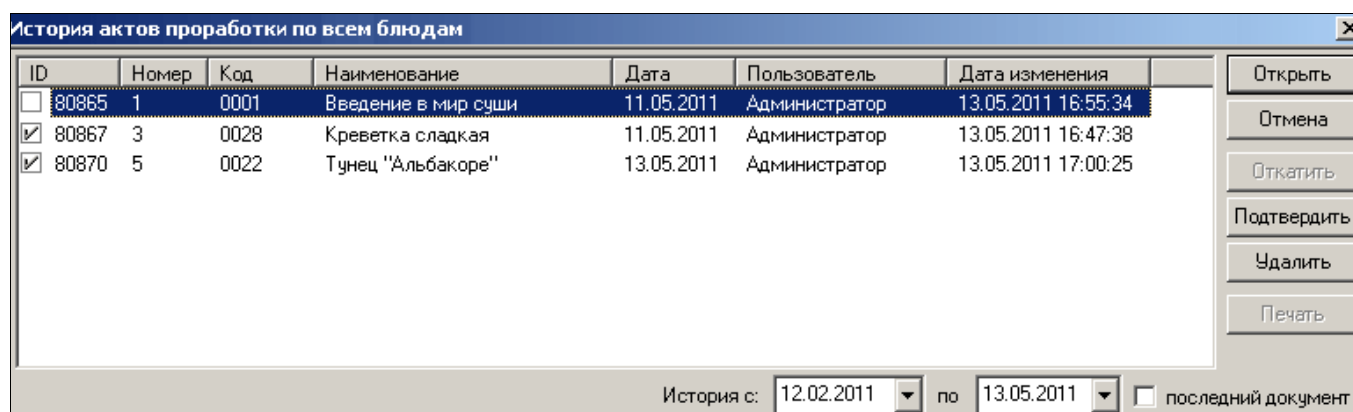

Рис. 5.41.
- *История по всем (блюдам)* — открывается список актов проработки по всем блюдам (см. рис. 5.41.).